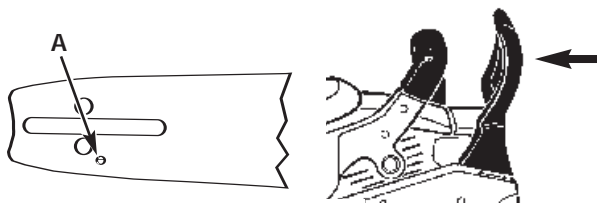

Fig. 21
1. Asegúrese que la manija del Chain Brake® sea jalada hacia atrás a la posición de DESENGANCHE (Fig. 21).